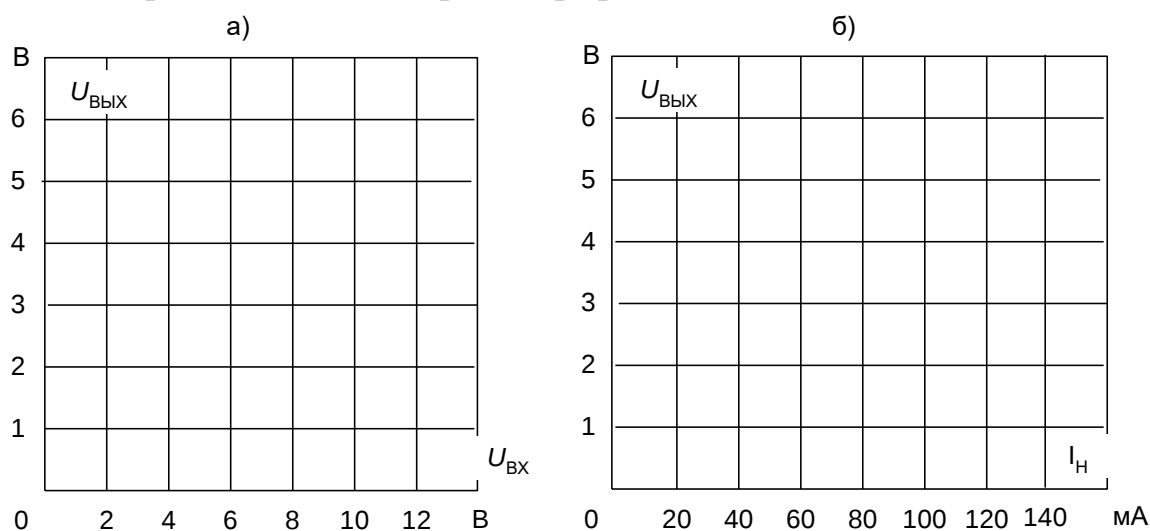

Рис. 7.10
- На рис. 7.10а и б постройте графики $U_{ВЫХ}(U_{ВХ})$ и $U_{ВЫХ}(I_H)$.
- На тех же рис.7.10а и б постройте графики $U_{ВЫХ}(U_{ВХ})$ и $U_{ВЫХ}(I_H)$ для компенсационного стабилизатора.